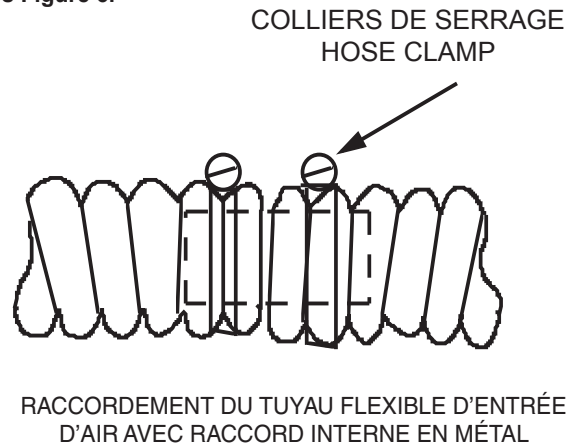

Figure 6
2. Le raccord en métal est utilisé pour raccorder deux parties du tuyau d'entrée. Utiliser deux colliers de serrage pour faire le raccord. Voir les Figure 6.